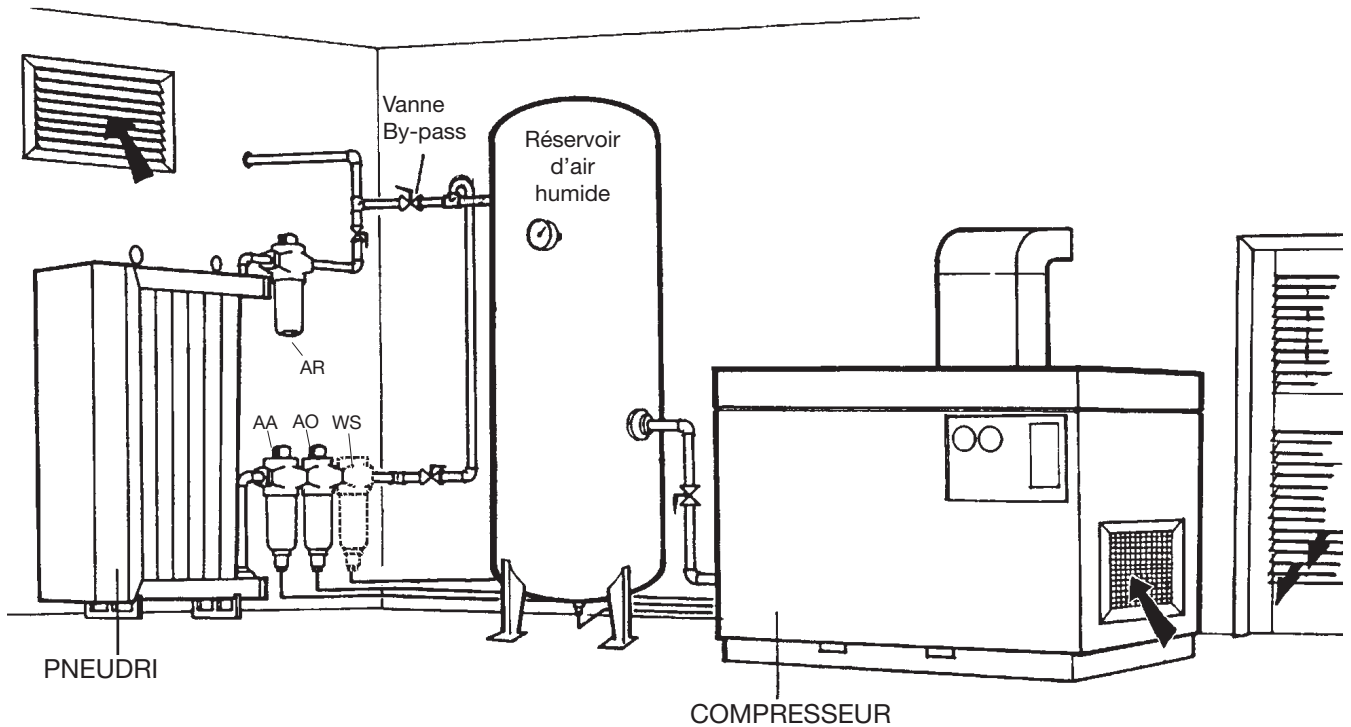

Figure 1 - PNEUDRI INSTALLE EN AVAL D'UN RESERVOIR D'AIR 'HUMIDE'
Construction:	Le PNEUDRI est constitué d'éléments en aluminium extrudé montés avec des boulons à haute résistance. Les colonnes remplies de dessiccant se trouvent entre le collecteur supérieur et le collecteur inférieur. La disposition varie entre les modèles fonctionnant sans chaleur et ceux à régénération par chaleur interne, comme l'indiquent les figures 1 et 2.
B) IMPLANTATION (Voir Figure 1)